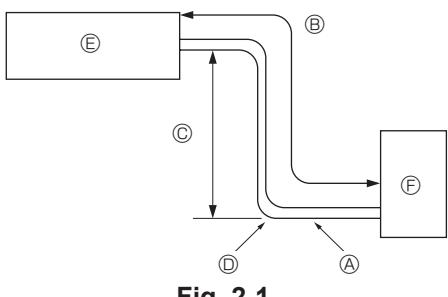

Fig. 2-1
① Tubazione lineare.....×1
2.1. Tubazione del refrigerante (Fig. 2-1)